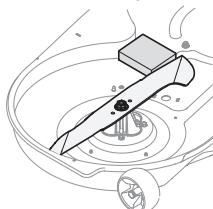

Figura 32
2. Coloque un bloque de madera entre el deflecto del alojamiento central de la plataforma y la cuchilla de corte, para que actúe como estabilizador. Consulte la Figura 32.
3. Extraiga la tuerca de brida hexagonal que asegura la cuchilla al montaje de husillo. Consulte la Figura 32.
3. Coloque un bloque de madera entre el deflecto del alojamiento de la plataforma y la cuchilla de corte para que actúe como estabilizador. Consulte la Figura 32.